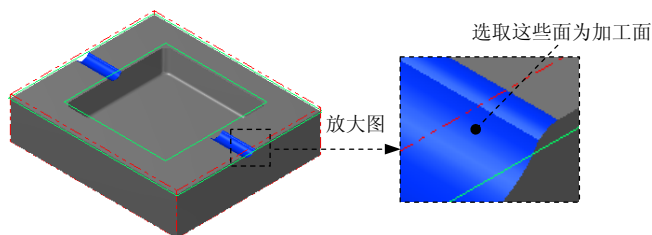

图 11.28 选取加工面
(1) 在图形区中选取图 11.28 所示的曲面（共 6 个），然后按 **Enter** 键，系统弹出“刀具路径的曲面选取”对话框。